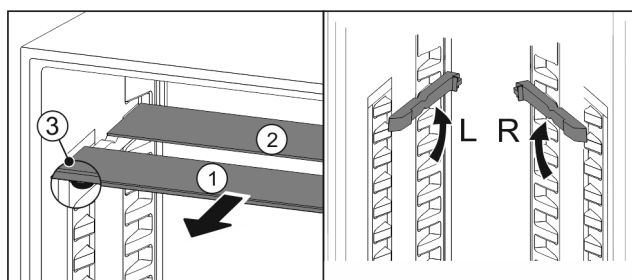

Fig. 149
- ▶ 将玻璃隔板逐个向前拉出 Fig. 149 (1)。
- ▶ 带装饰条的玻璃隔板 Fig. 149 (1)在前。
- ▶ 阻挡装置 Fig. 149 (3)指向下方。